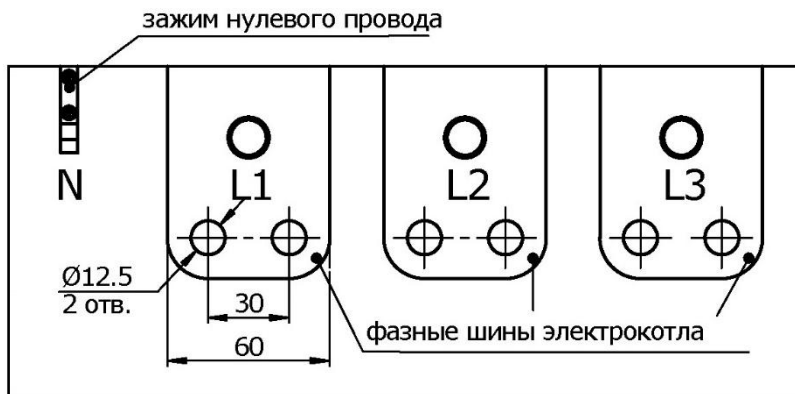

Рис. 7
6.11. Подвод проводов кабеля питания к электрокотлу возможен через отверстия в основании с использованием сальников MG50 из комплекта поставки или снизу в основание при прокладке кабеля ниже уровня пола. Фазные провода необходимо подключить к соответствующим фазным шинам электрокотла (см. рис. 7) с использованием силовых наконечников типа ТМЛ (в комплект поставки не входят). Нулевой провод, используемый только для работы схемы управления, (площадь поперечного сечения 0,75-1,5 кв. мм) подключается к соответствующему зажиму (см. рис. 7 и Приложение 2 Схема подключений).